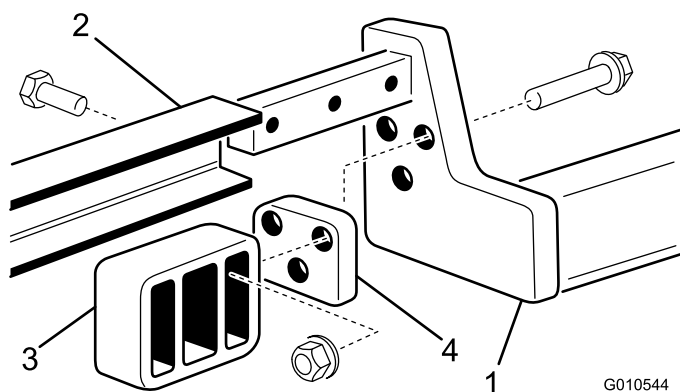

Figura 6
3. Monte un soporte trasero en cada brazo de elevación con 3 pernos (3/8 x 2 pulgadas), espaciadores, y tuercas con arandela prensada, según se muestra en Figura 6.
4. Deslice el bastidor de tiro sobre los brazos de elevación alineando los taladros de montaje. Fije cada lado del bastidor de tiro a los brazos de elevación con 3 pernos (1/2 x 1-1/2 pulgada). Apriete los pernos a 95-108 N-m (Figura 6).